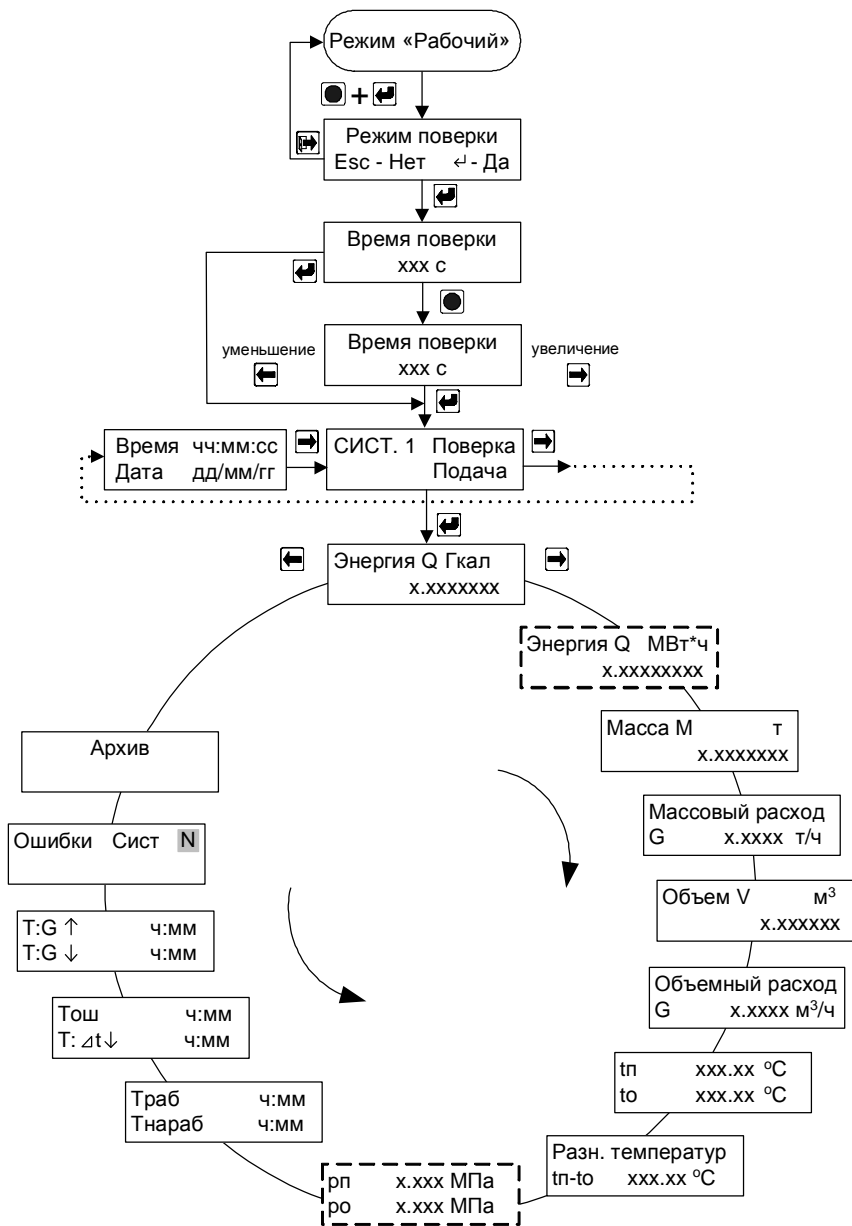

Рис. 7.4
7.5.2 Для входа в режим работы теплосчетчика «Поверка» (поверка измерительного канала количества теплоты) необходимо, находясь в любом меню режима «Рабочий», **одновременно** нажать кнопки «**служебная**» и «**вход**». Для выхода из режима поверки необходимо, находясь в любом меню режима «Поверка», **одновременно** нажать кнопки «**служебная**» и «**выход**». Порядок перехода между окнами режима «Поверка» изображен на рис. 7.4.
ВНИМАНИЕ ! При входе в меню (см. рис. 7.4):